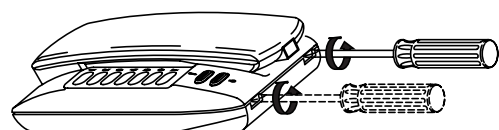

Fig. 4
- 1- Vedi punto 1 Art. 1902 e fig. 4